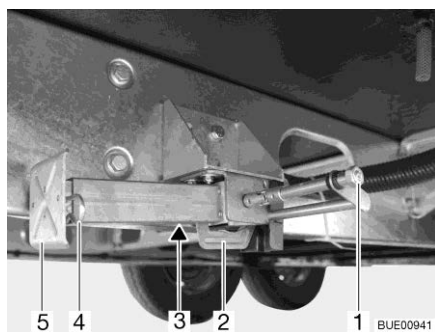

Fig. 44 Piedino di stazionamento
- Inserire la chiave a tubo nell'esagonale (Fig. 44,1) e ruotare fino a quando il piedino di stazionamento non si trova in posizione verticale verso il basso.
- Se la lunghezza del piedino di stazionamento è regolabile, sfilare la copiglia (Fig. 44,4) dal piede del prolungamento (Fig. 44,5).
- Inserire la chiave a tubo nell'esagonale (Fig. 44,1) e ruotare fino a quando il piedino di stazionamento non si stacca dal terreno.
- Spingere completamente all'interno il prolungamento dell'estremità del piedino (Fig. 44,5) e inserire la copiglia (Fig. 44,4) nel foro apposito.
- Girare sull'esagonale (Fig. 44,1), finché il piedino di stazionamento è orientato verso l'alto e la guida (Fig. 44,2) si trova proprio alla fine della scanalatura (Fig. 44,3).